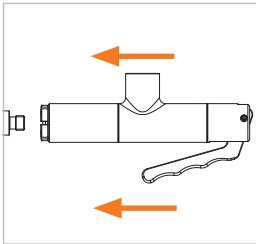

Abbildung 6
- ▶ Stecken Sie den Adapter mit gedrücktem Handhebel (Pos. 2) gerade und soweit auf den Prüfling auf, bis die Frontdichtung (Pos. 7) den Prüfling berührt (Abbildung 6). Dadurch wird eine Beschädigung der Frontdichtung durch eventuell scharfe Kanten am Prüfling vorgebeugt und das richtige Anschließen gewährleistet.